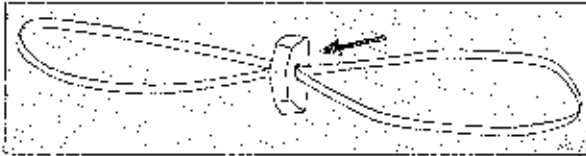
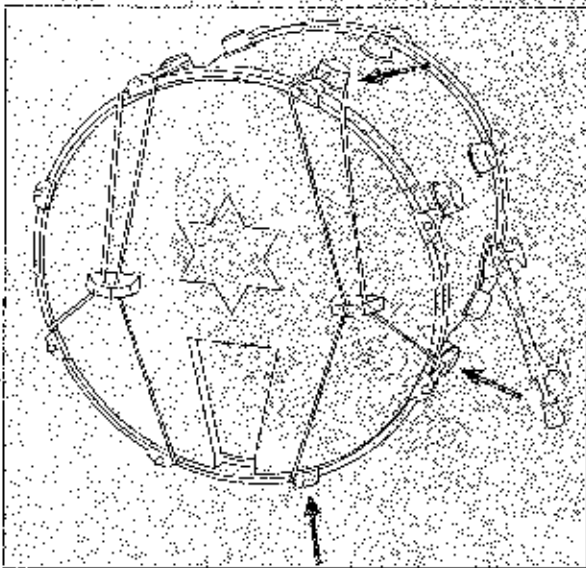
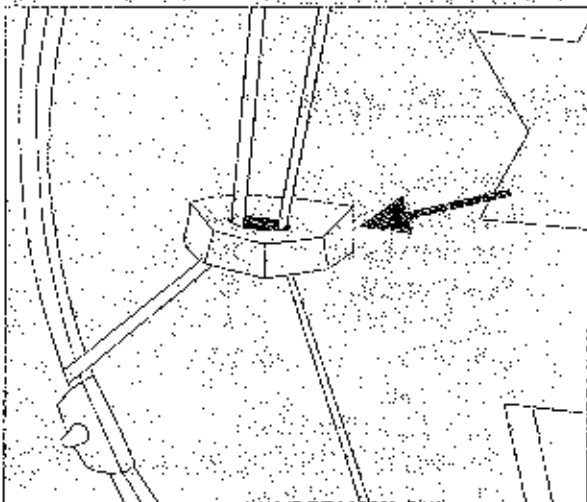

figure 1
figure 2
figure 3
1. Öffnen Sie den Karton und sortieren Sie Kessel, Rims und Felle wie in Abbildung 3 zu sehen.
1. Zum Einrichten des Sets positionieren Sie Snare und Stand- bzw. Hängetom ungefähr gleich weit vom Fußpedal entfernt. Achten Sie darauf, dass die beiden Hängetoms an der Basedrum so nah wie möglich beieinander sein sollten (Abb. 1). Die Hängetoms sind relativ stark zum Spieler hin geneigt (Abb. 2/3), sollten aber auch beim Spielen keinesfalls die Base berühren.
1. Nehmen Sie die beiden gleich großen HiHat-Becken zur Hand (Abb. 2) und legen eines davon mit der Wölbung nach unten lose auf den HiHat-Ständer (Abb. 3).
Pass the elastic band through the hole in the foam holder so that it is hanging in the middle of the elastic. (figure 1)
Fix one part of the elastic behind the drum tuner (top). The second part has to be torn down so that you can fix it behind the lower tuners. (figure 2)
The foam holder should fix the drum pad according to the picture. (figure 3)